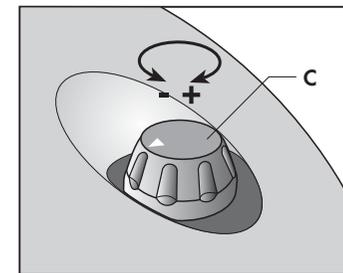

Fig. 7
- Apretar el interruptor general luminoso (B).
- Para regular la aspiración actuar sobre el mando (C), girarla en el sentido inverso al de las agujas del reloj para una mayor aspiración y en el sentido de las agujas del reloj para una menor aspiración. (Fig. 7)